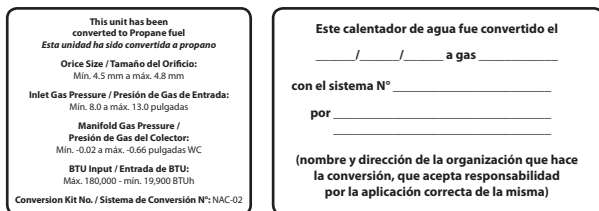

Figura 11. Colocación Correcta de las Etiquetas de Conversión de Gas
12. Una vez confirmados los valores de CO₂ o desviación, aplique las etiquetas de conversión incluidas para demostrar que el aparato ha sido convertido a propano. Coloque las etiquetas en posición adyacente a la placa de clasificación, como se muestra en la Figura 11.